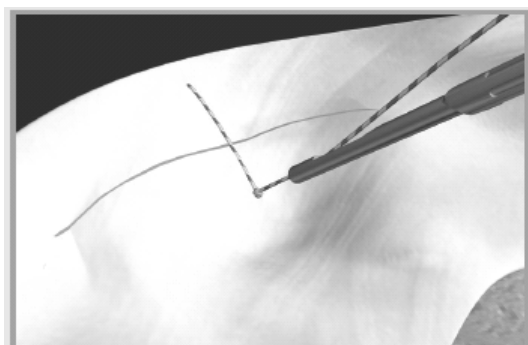

図 17 ノットプッシャー／スーチャーカッターをスライディングノットにスライドさせます。
7. 縫合系を引っ張りながら、スライディングノットにノットプッシャー／スーチャーカッターを静かにスライドさせます (図 17)。修復部に垂直の直線で縫合系を噛み合わせます。手作業による「引き」／「押し」操作を行い、スライディングノットは断裂部位で所定の圧縮が得られるまで締め付けてください。